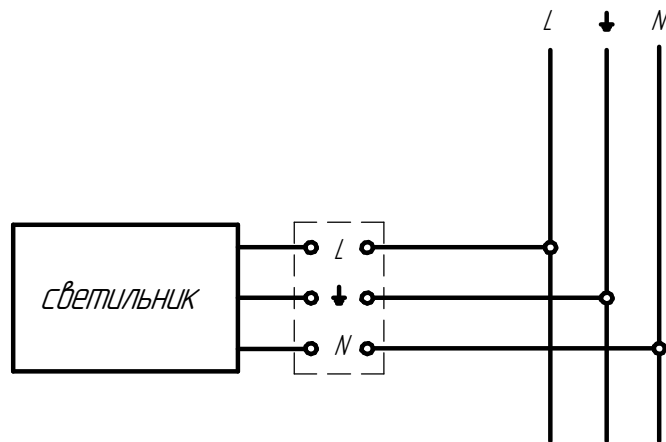
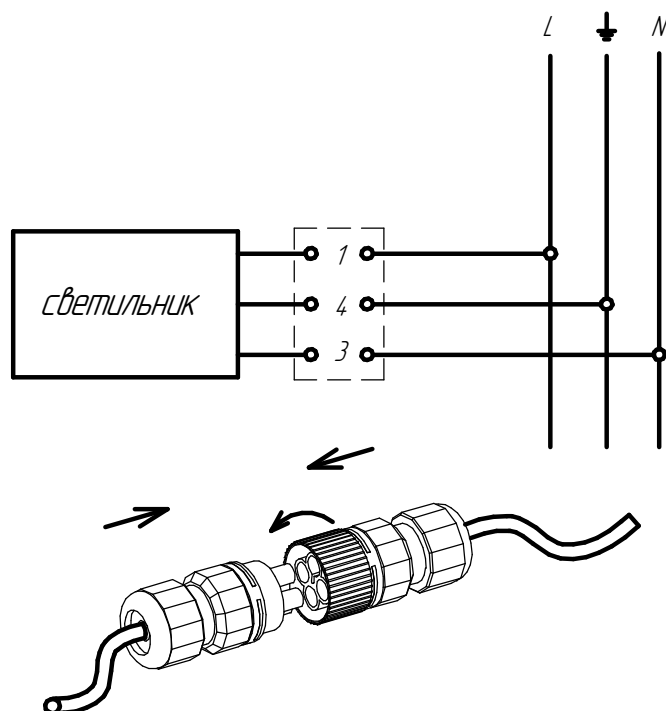

Рисунок 4 - Схема подключения светильника к сети
Рисунок 6 - Схема подключения светильника с магистральной проводкой
5.5 Подключите светильник к электрической сети согласно схеме рис. 4.(для светильников с магистральной проводкой - рис. 6).